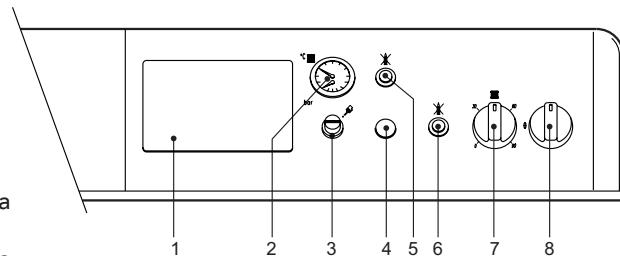

Fig. 1
- Coloque o interruptor da caldeira "8" na posição 1 (fig. 1).
- Se a caldeira possuir uma unidade de controlo electrónica termostática, montada na posição 1 (fig. 1), o utilizador deverá também ter em conta as instruções fornecidas pelo fabricante da mesma.
Rodando o botão 7 (fig. 1) para a direita, a temperatura da água de aquecimento aumenta; para a esquerda diminui. A temperatura pode ser regulada entre um mínimo de 30° e um máximo de 90°. No entanto, é aconselhável não utilizar a caldeira a uma temperatura inferior a 45 °C.
Programe com o termóstato ambiente a temperatura desejada para cada compartimento. Através do comando do termóstato ambiente, a caldeira liga-se e aquece a água à temperatura predefinida pelo termóstato de regulação da caldeira 7 da fig. 1. At, alcançando a temperatura desejada no interior das zonas o gerador desliga-se.
A pressão de enchimento, com o circuito frio, lida no hidrómetro da caldeira porm. 2 da fig.1, deve ser de cerca 1,0 bar. Se, durante o funcionamento, a pressão do circuito descer (devido à evaporação dos gases dissolvidos na água) a valores inferiores ao mínimo indicado, abra a torneira de enchimento e restabeleça o valor inicial. No final da operação, volte a fechar a válvula de enchimento.